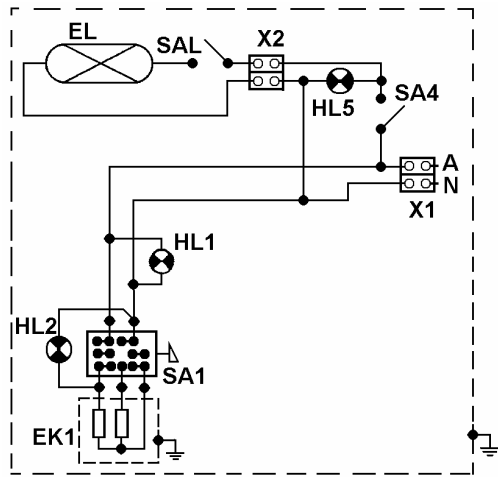

Рис. 4
8.4 Схема электрическая принципиальная приведена на рис. 4.
➤ подключить провода электросети к зажимам клеммного блока (X1, см. рис. 4), в соответствии с маркировкой (А – фазный провод, N – нейтральный провод);